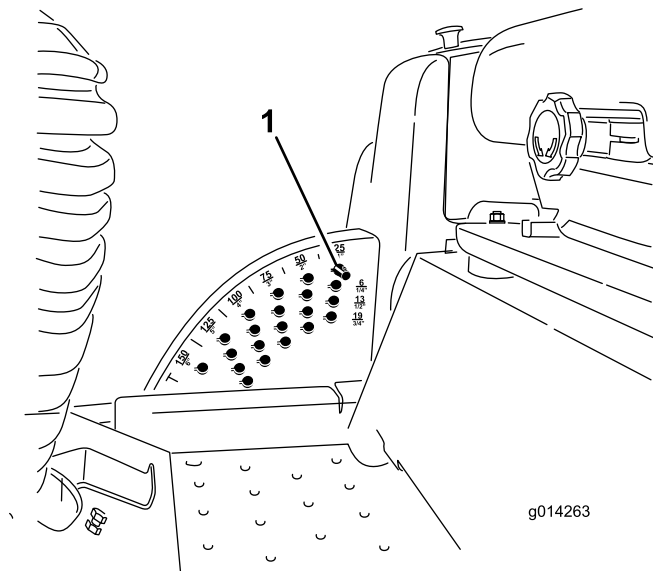

Figure 6
1. Lorsque le moteur tourne, repoussez la commande de relevage plateau de coupe en arrière jusqu'à ce que le plateau soit complètement relevé et **relâchez immédiatement la commande** (Figure 6).
2. Pour régler la hauteur de coupe, tournez la goupille de butée jusqu'à ce que la saillie s'aligne sur les fentes dans les trous du support de hauteur de coupe et déposez-la (Figure 6).
3. Placez la goupille dans le trou du support correspondant à la hauteur de coupe voulue et tournez-la pour la verrouiller en place (Figure 6).
Remarque: Il y a quatre rangées de trous (Figure 6). La première rangée donne la hauteur de coupe indiquée au-dessus de la goupille. La deuxième rangée donne la hauteur indiquée plus 6 mm. La troisième rangée donne la hauteur indiquée plus 13 mm. La dernière rangée donne la hauteur indiquée plus 19 mm. Un seul trou, situé dans la deuxième rangée, correspond à la hauteur 15,2 cm. Il n'ajoute pas 6 mm à la hauteur de 15,2 cm.